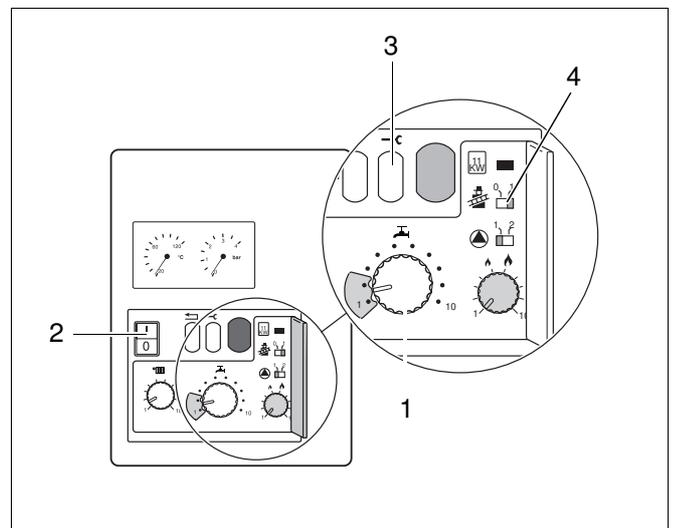

Abb. 28 Voreinstellung für "Gas-/Luftverhältnis kontrollieren"
- Netzschalter (Abb. 28, Pos. 2) und Schornsteinfegerschalter (Abb. 28, Pos. 4) auf "0" stellen.
- Wenn der Brenner nach ca. 30 s in Betrieb gegangen ist, Servicetaste (Abb. 28, Pos. 3) drücken, bis "Y" auf dem Display erscheint.
- Regler für Warmwassertemperatur (Abb. 28, Pos. 1) auf "1" stellen.